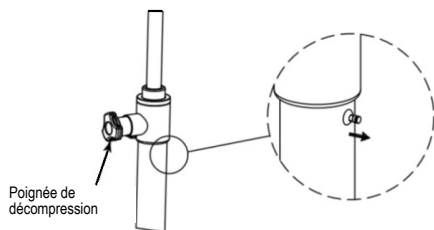

Fig. 5
3. Grue en descente : tourner la poignée de décompression dans le sens antihoraire (Fig. 5), relâcher la poignée et le décompresseur se fermera automatiquement.